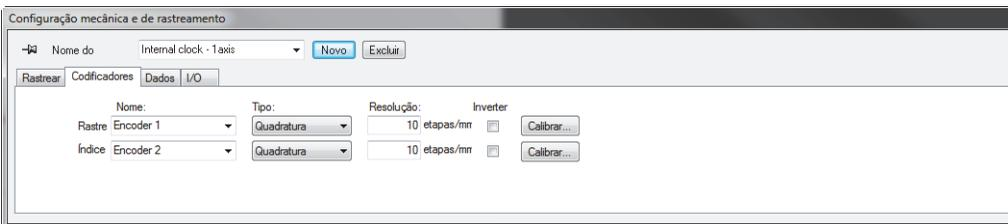

Figura 5-14 Aba Codificadores da caixa de diálogo Configurações mecânicas e de varredura para um tipo de varredura Codificado — 2 eixos
3. Na aba **Codificadores** (Figura 5-14 na página 176), proceda da seguinte forma: